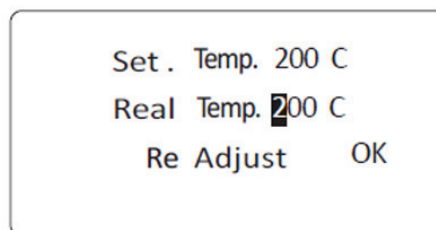
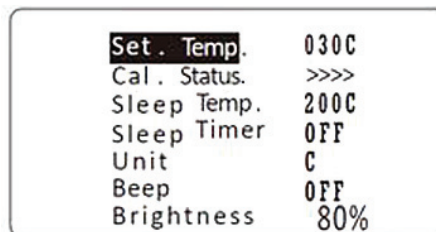

Рис. 4
Рис. 6
- 6.2. Калибровка температуры паяла Установите температуру станции 350°C, когда температура стабилизируется, измерьте термометром температуру наконечника и запишите реальную температуру наконечника, затем проведите процедуру, описанную в разделе 6.1., чтобы ввести реальную температуру (рис. 4). После этого станция пересчитает и откалибрует температуру.
- 6.3.2. Когда статус показывает «>>>>» (рис. 6.), это означает, что значение реальной температуры «RealTemp.» было откалибровано и температура была увеличена. Например: Значение устанавливаемой температуры «Set.Temp» равно 350°C, значение реальной температуры «RealTemp.» составляет 320°C, после калибровки (как на рис. 4) температура поднимется до 350°C.